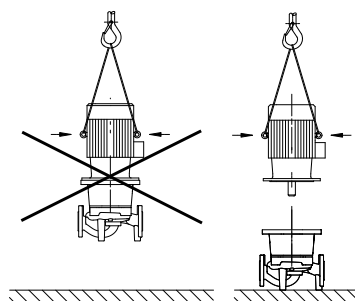

Fig. 6: Транспортировка двигателя
- Проушины для транспортировки на двигателе служат только для транспортировки двигателя, транспортировка всего насоса с их помощью недопустима (рис. 6).